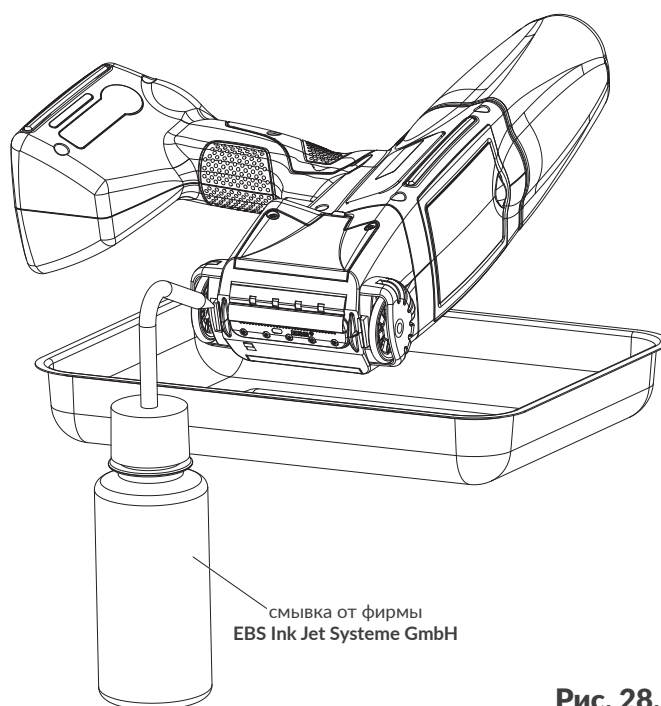

Рис. 28.
2. Наклоните принтер набок и слегка вниз (см. Рис. 28); такое расположение принтера позволит свободно вытекать загрязненной смывке.